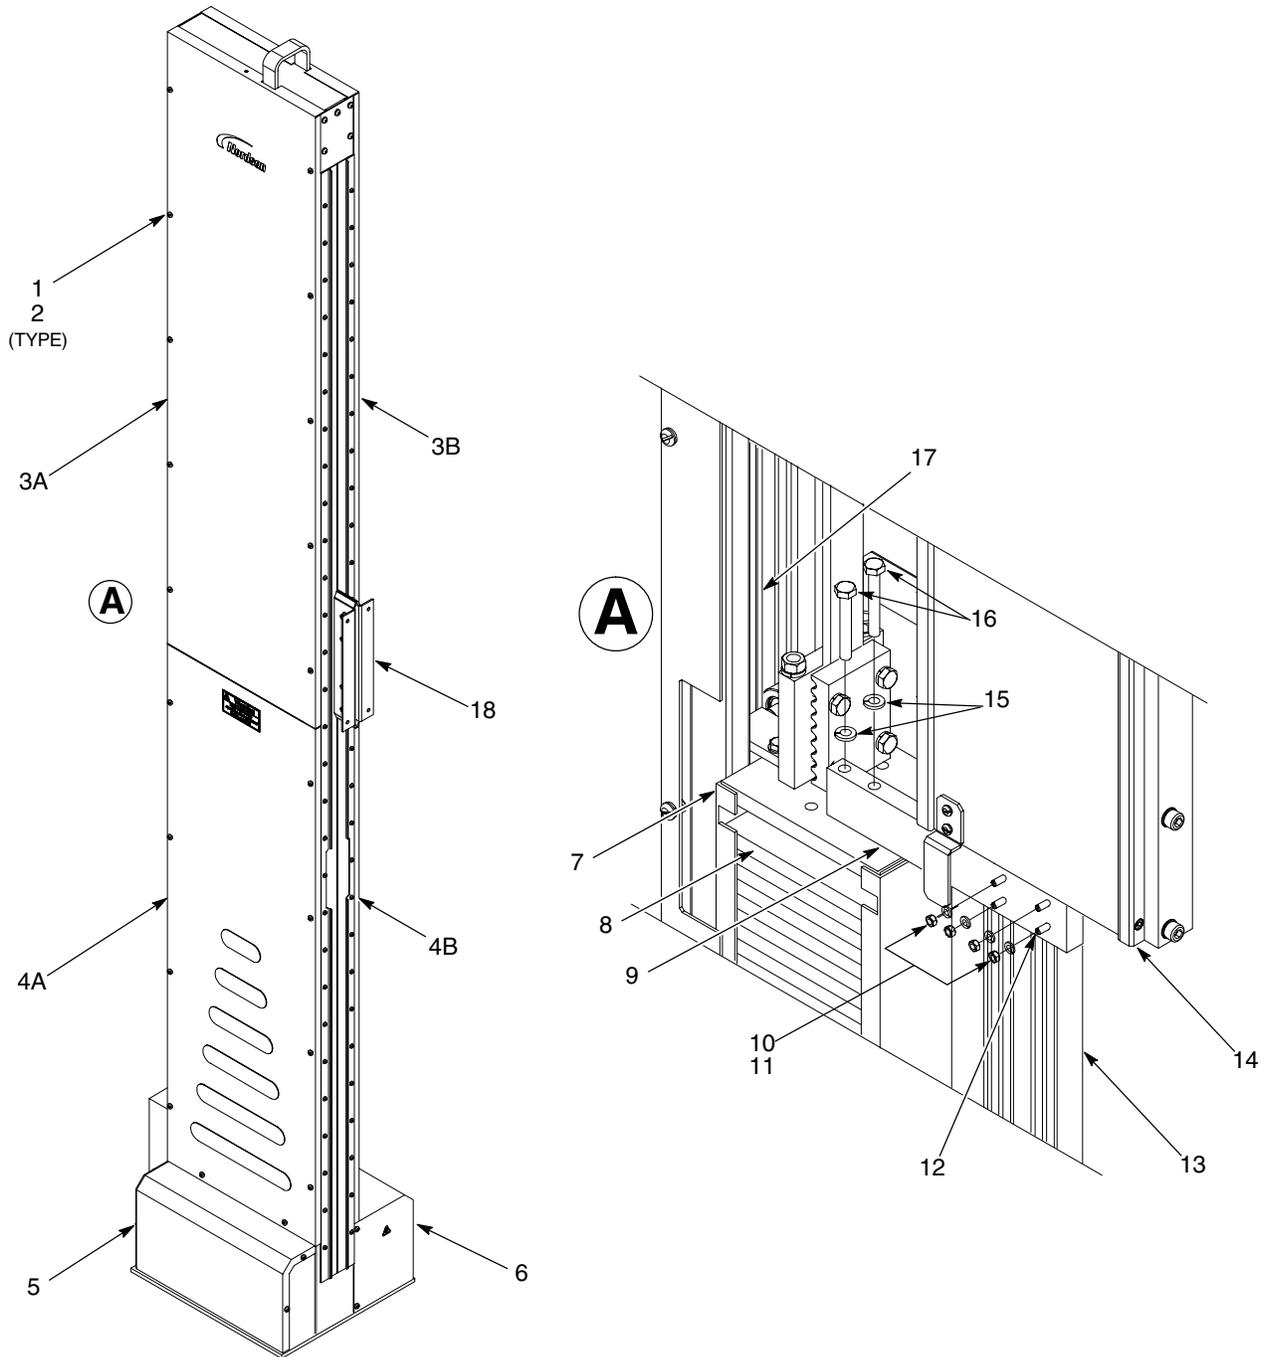
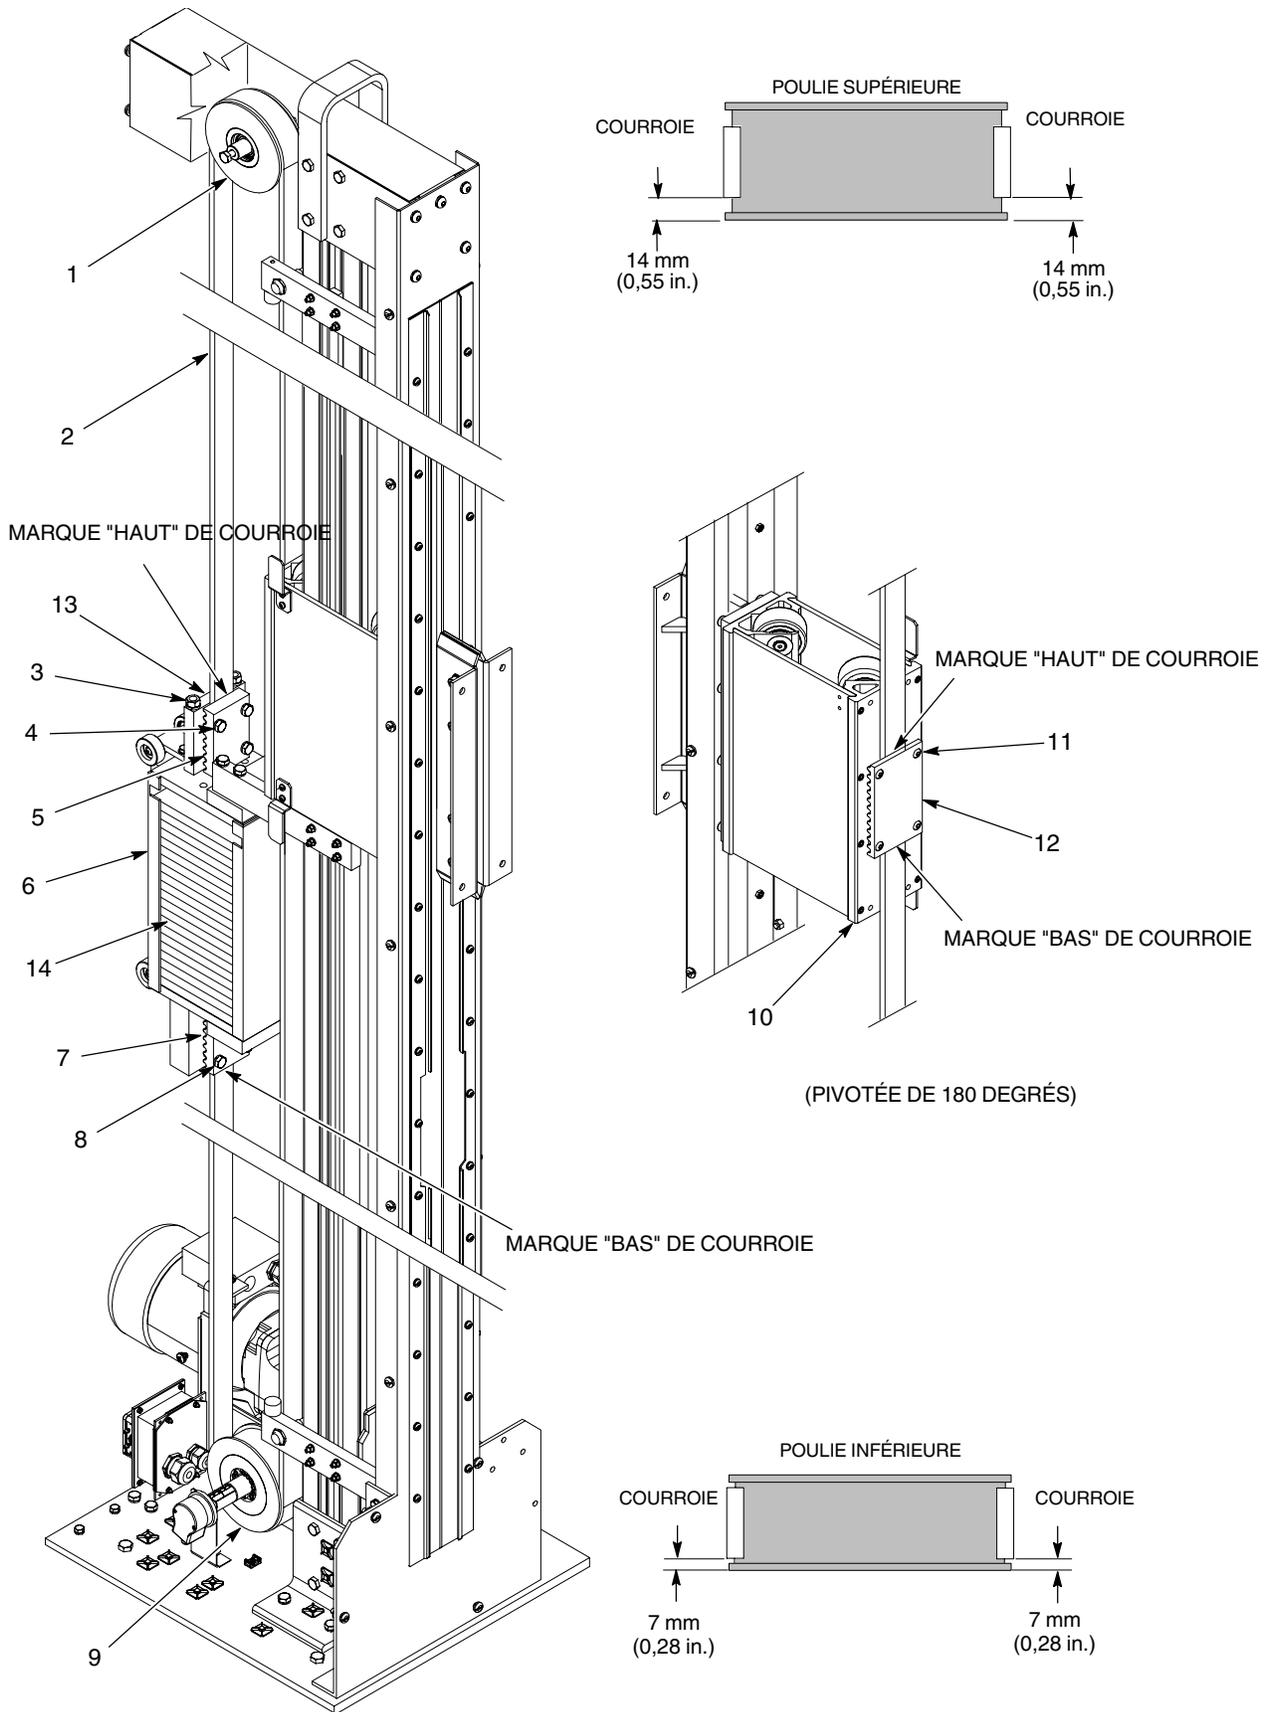
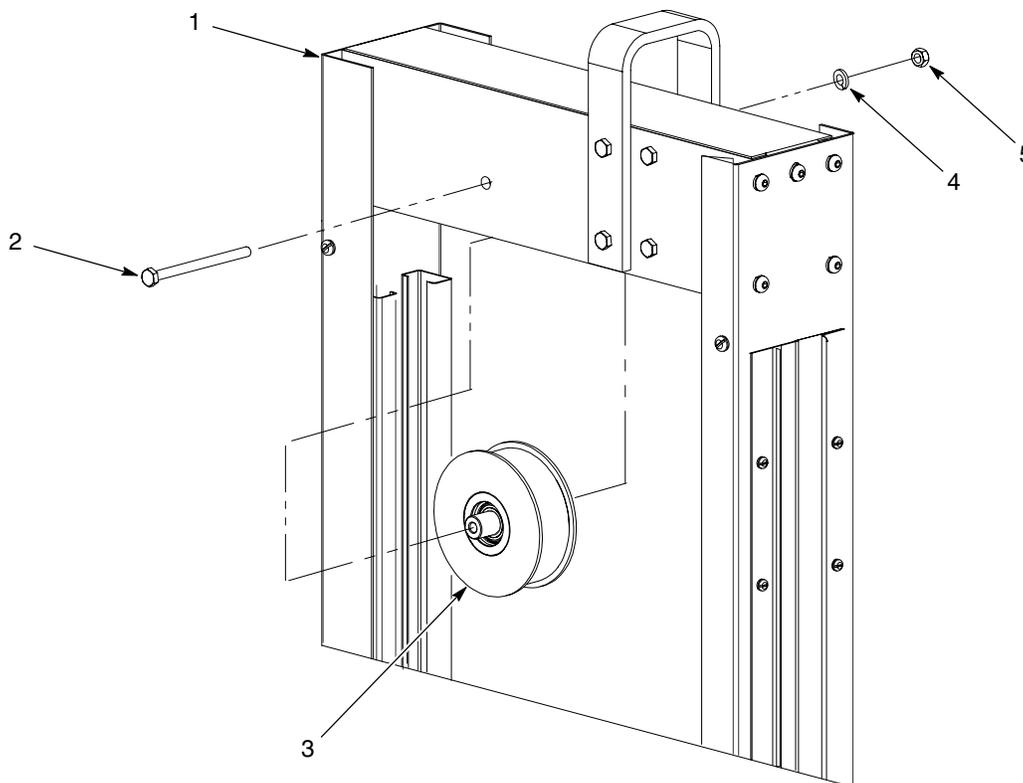
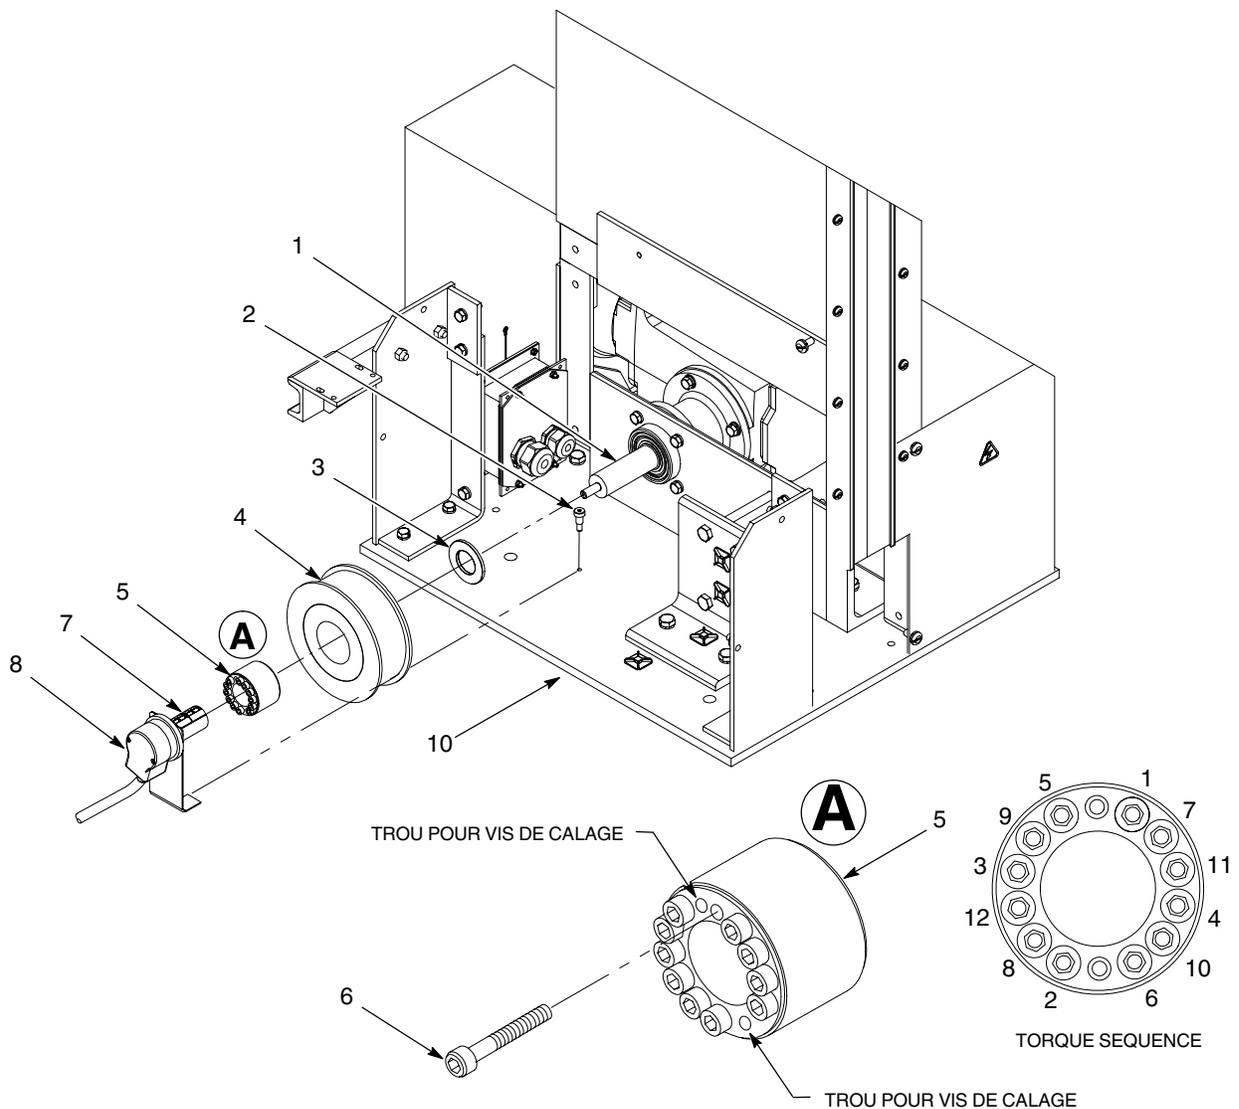

Fig. 8 Blocage du chariot à pistolet et de la cage à contrepoids
Fig. 9 Remplacement de la courroie
Fig. 11 Remplacement de la poulie supérieure
Fig. 12 Remplacement de la poulie inférieure
2. Voir la figure 8. Retirer les vis (1) et les rondelles (2) qui fixent les panneaux d'accès latéraux (3A, 4A) du côté codeur du mécanisme de va-et-vient ainsi que le capot du codeur (5). Pour une réparation de la poulie supérieure ou des rouleaux du chariot à pistolet, déposer les panneaux d'accès (3B, 4B) du côté du moteur (6).
- a. Déplacer manuellement le chariot à pistolet (14) jusqu'à ce que la surface soit positionnée légèrement au-dessus de la cage à contrepoids (7).
- b. Glisser les boulons pour rainure en T (12) par l'arrière du bras de verrouillage (9). Monter le bras de verrouillage sur la cage à contrepoids (7) à l'aide des rondelles frein (15) et des vis (16). Serrer fermement les vis.
- c. Déplacer manuellement le chariot à pistolet (14) vers le bas jusqu'à ce qu'il entre en contact avec le dessus du bras de verrouillage (9).
- d. Insérer les boulons pour rainure en T (12) dans la piste du chariot à pistolet (13). Poser les rondelles frein (11) et les écrous (10) sur les boulons pour rainure en T. Serrer fermement les écrous.
4. Repérer la position du chariot à pistolet sur la piste du chariot à pistolet (13).
5. Repérer la position de la cage à contrepoids sur la piste de la cage à contrepoids (17).
6. Retirer les pistolets et le support de pistolet de leur plaque de montage (18).
7. Noter le nombre de contrepoids (8) et les retirer de leur cage (7).
2. Voir la figure 9. Marquer la courroie comme suit :
- a. Tracer une ligne sur l'élément de retenue supérieur de la courroie (5) et marquer le HAUT de la courroie.
- b. Tracer une ligne sur l'élément de retenue inférieur de la courroie (7) et marquer le BAS de la courroie.
- c. Tracer deux lignes en haut et en bas de la pince de l'élément de retenue du chariot à pistolet (12) et marquer le HAUT et le BAS de la courroie.
3. Desserrer les écrous tendeurs (3) sur le dessus de l'élément de retenue de la courroie (13) de la poulie.
4. Desserrer les vis (11) qui fixent l'élément de retenue de la pince à courroie (12) au chariot à pistolet (10).
- a. Desserrer les vis (8) qui fixent la courroie (2) à l'élément de retenue inférieur de la courroie (7).
- b. Desserrer les vis (4) qui fixent la courroie à l'élément de retenue supérieur de la courroie (5).
- c. Retirer la courroie (2) de ses éléments de retenue.
6. Retirer la courroie (2) des poulies (1, 9). Retirer la courroie d'entre le chariot à pistolet (10) et l'élément de retenue de la pince à courroie (12).
2. Voir la figure 9. Effectuer les opérations suivantes :
- a. Insérer la courroie (2) dans l'élément de retenue de la courroie (7) inférieur de la cage à contrepoids.
- b. S'assurer que la courroie est centrée des deux côtés et vient en prise avec la 8ème dent de l'élément de retenue. S'assurer que la courroie s'étend au-dessus du bord supérieur de l'élément de retenue de courroie du bas. Serrer les vis (4) à 20 N•m (180 in.-lb).
3. Faire passer la courroie (2) autour de la poulie inférieure (9), entre le chariot à pistolet (10) et l'élément de retenue de courroie (12) de la cage à contrepoids et autour de la poulie supérieure (1).
- a. Desserrer les écrous tendeurs (3) sur le dessus de la cage à contrepoids (6) jusqu'à ce qu'ils soient à fleur avec le dessus des tiges filetées.
- b. Insérer la courroie (2) dans l'élément de retenue de la courroie (5) supérieur de la cage à contrepoids.
- c. S'assurer que la courroie (2) est centrée des deux côtés et vient en prise avec la 8ème dent de l'élément de retenue (5). S'assurer que la courroie ne s'étend pas au-dessous du bord inférieur de l'élément de retenue de courroie. Serrer les vis (4) à 20 N•m (180 in.-lb).
- d. S'assurer que la courroie est centrée des deux côtés sur les poulies supérieure et inférieure comme illustré dans la figure 9. La courroie est centrée lorsque la distance entre le côté de la poulie et le bord de la courroie est la même des deux côtés.
6. S'assurer que la courroie est centrée des deux côtés dans l'élément de retenue (12) à l'arrière du chariot à pistolet (10). Serrer les vis (11) de retenue de la pince à courroie à 14 N•m (120 in.-lb).
7. Voir la figure 8. Retirer les écrous (11) et les rondelles frein (6) des boulons pour rainure en T (12).
8. Retirer les vis (16) et les rondelles (15) qui fixent le bras de verrouillage (9) à la cage à contrepoids (7).